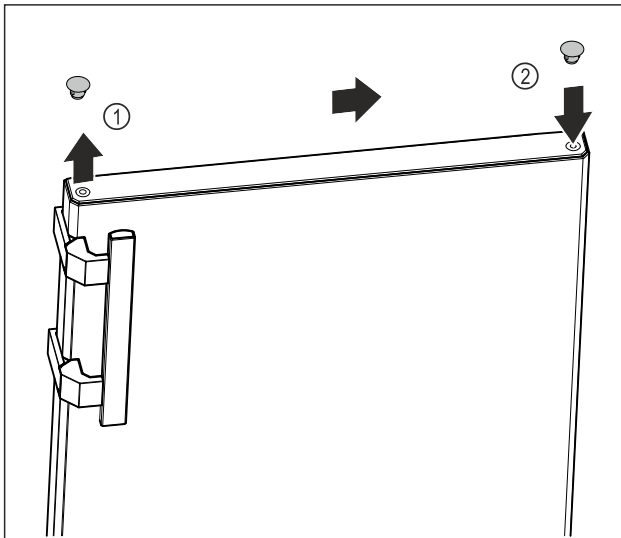

Fig. 17
- ▶ Lyft försiktigt täckplugg på dörrens ovasida Fig. 17 (1) med spårskruvmejsel.
- ▶ Sätt in täckplugg på motsatta sidan. Fig. 17 (2)